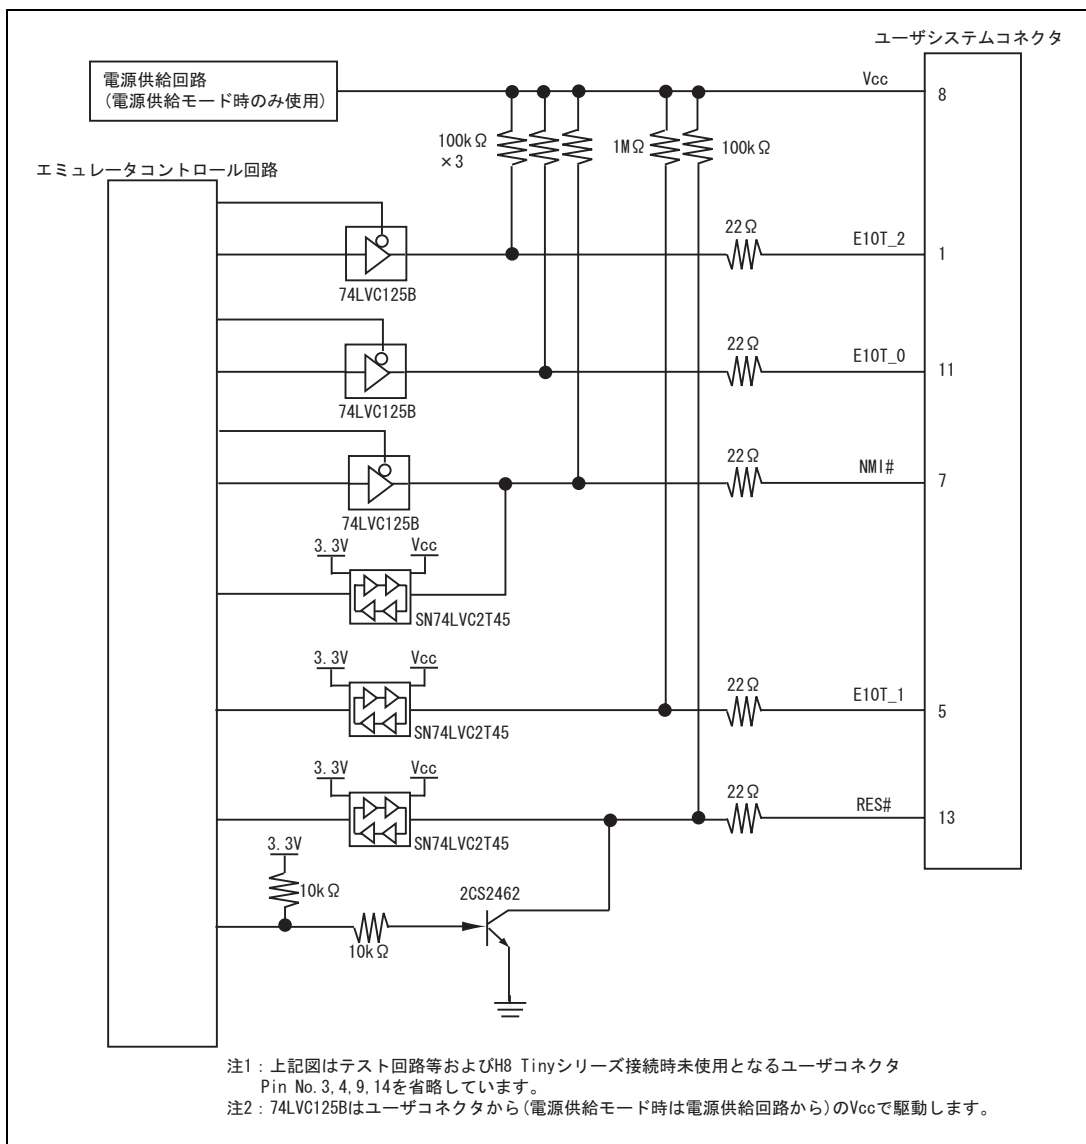

図 4.6 E8a エミュレータ内インタフェース回路 (参考)
6. 図4.5にE8エミュレータ内インタフェース回路を示します。図4.6にE8aエミュレータ内インタフェース回路を示します。プルアップ抵抗の値などを決定するときに参考にしてください。